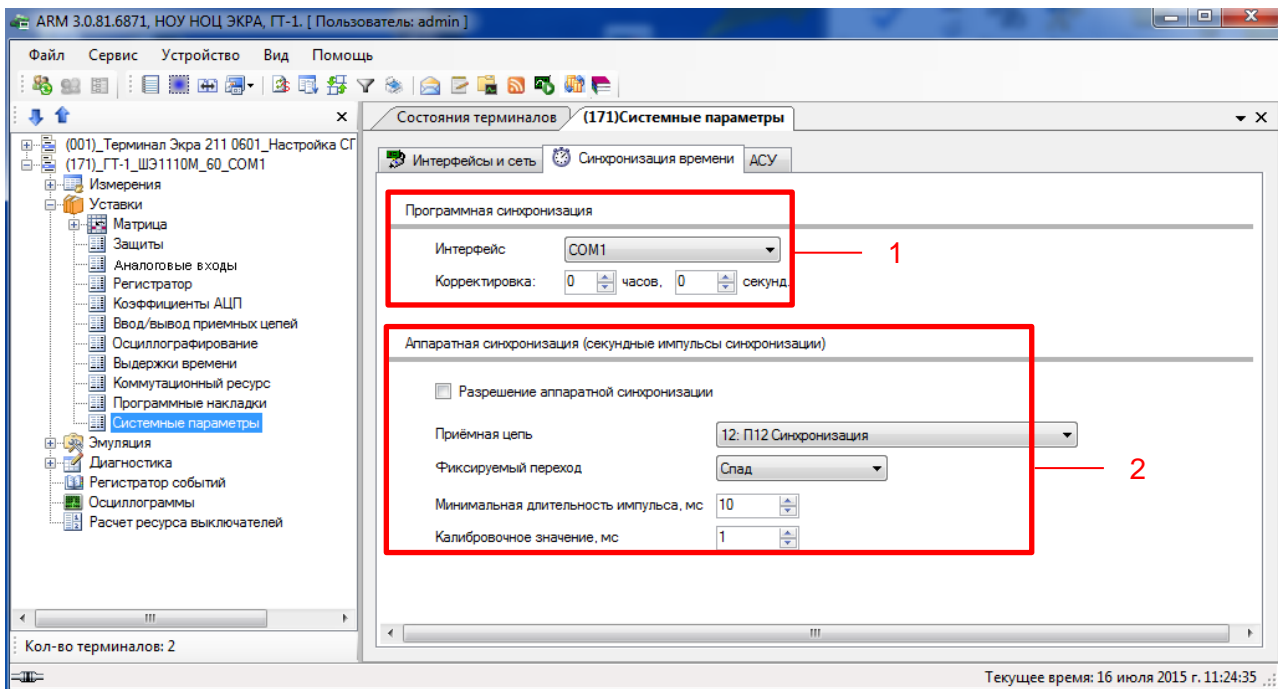

Рисунок 5.71
5.7.10.1.2 Вкладка **Синхронизация времени** (см. рисунок 5.71)
Программная синхронизация (см. рисунок 5.71, поз. 1)
Аппаратная синхронизация (секундные импульсы синхронизации) (см. рисунок 5.71, поз. 2)